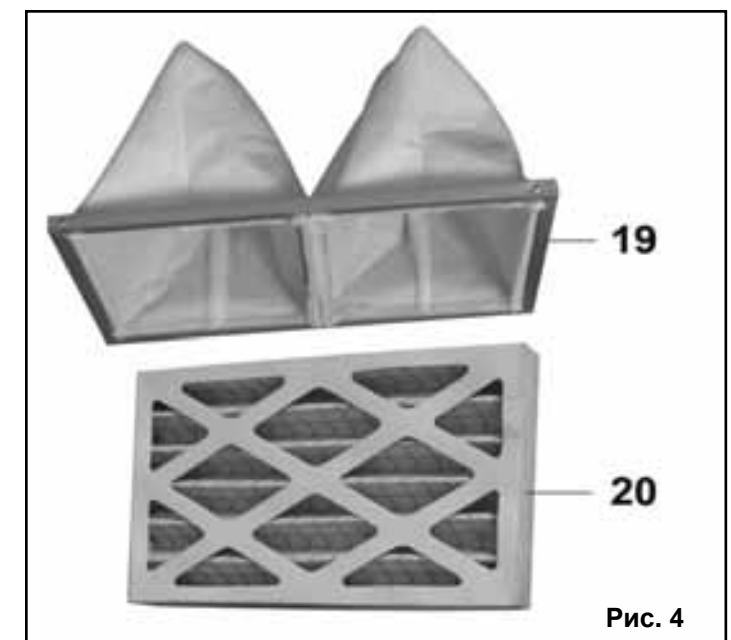

Рис. 4
**10.1. Фильтрующие элементы фильтра показаны на Рис.4.**